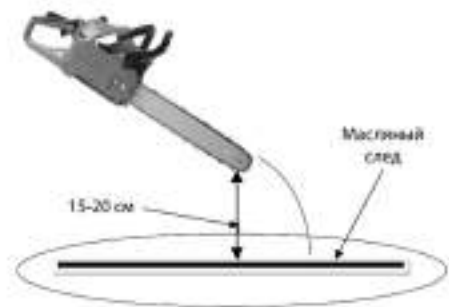

Рис. 9
2. Нажмите на курок газа до упора и дайте двигателю поработать примерно 10-15 секунд на максимальных оборотах. Под шиной должен остаться четкий масляный след (рис. 9).